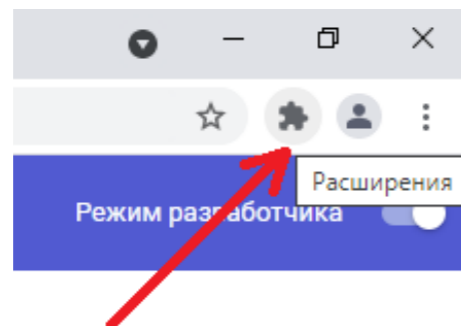
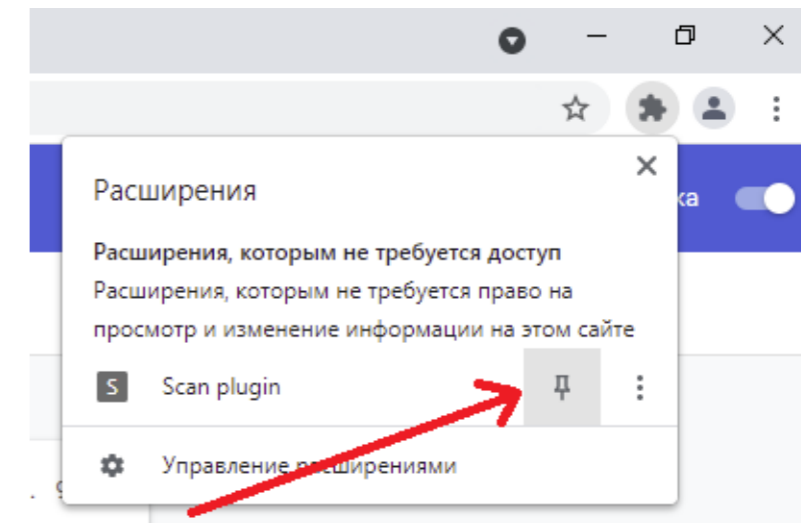

Рисунок 26. Иконка Пазл в браузере Google Chrome
Рисунок 27. Кнопка Закрепить расширение в браузере Google Chrome
4. В углу экрана (справа от адресной строки) нажмите левой кнопкой мыши на пазл (рис. 26). Закрепите загруженное расширение **Scan plugin** (для этого нажмите на иконку канцелярской кнопки, рис. 27).